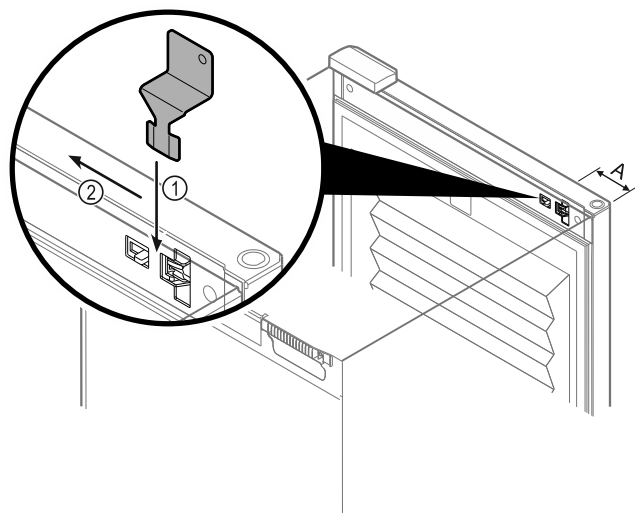

Fig. 148
- Coloque la llave de desbloqueo de emergencia en el lugar indicado Fig. 148 (A) ~ 100 mm.
- Introduzca la llave de desbloqueo de emergencia Fig. 148 (1) entre la puerta y el cuerpo del electrodoméstico desde la parte superior hasta el tope.
- Tire de la llave de desbloqueo de emergencia hacia la bisagra. Fig. 148 (2)